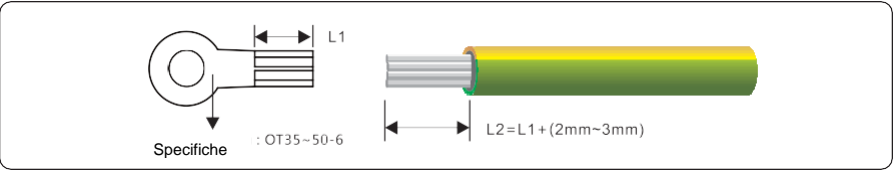

Figura 5.1 Lunghezza esposta (unità: mm)
Step 1 Rimuovere una lunghezza appropriata dello strato isolante dal cavo PGND utilizzando una spelacavi; la lunghezza è leggermente superiore a quella dell'estremità di crimpatura del terminale OT di 2 mm-3 mm, come mostrato nella Figura 5.1.